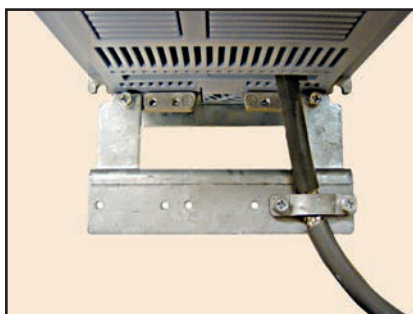

Figura 3.14 - Detalles de la conexión del blindaje del cableado del motor con accesorio PCSx-01
- (1) SCu = blindaje externo de cobre o aluminio
- (2) AFe = acero o hierro galvanizado
- (3) PE = conductor de tierra
- (4) El blindaje de los cables debe ser puesto a la tierra en los dos lados, convertidor de frecuencia y motor. Deben ser hechas conexiones de 360° para una baja impedancia para altas frecuencias. Consulte la figura 3.14.
- (5) Para el blindaje actuar como tierra de protección, este debe tener por lo menos 50 % de la capacidad de conducción de los conductores de fase. Caso contrario utilice conductor de tierra adicional externamente al cable blindado, se quedando el blindaje como protección de EMC.
- (6) La capacidad de conducción del blindaje para altas frecuencias debe ser por lo menos 10 % de la capacidad de conducción de los conductores de fase.
Para las mecánicas A, B y C existe un accesorio opcional llamado “Kit para blindaje de los cables de potencia PCSx-01” (consulte ítem 7.2) el cual puede ser adaptado en la parte inferior del gabinete de estas mecánicas. Consulte en la figura 3.14 un ejemplo de conexión de cable con accesorio PCSx-01. El kit para el blindaje de los cables de potencia PCSx-01, acompaña los convertidores de frecuencia que poseen la opción de filtro RFI interno (CFW11XXXXXOFA).
En el caso de la utilización del “Kit para Electroducto” (consulte ítem 7.2) en las mecánicas A, B y C, la puesta a la tierra del blindaje del cable del motor es hecha de forma similar a presentada en la figura 3.14.